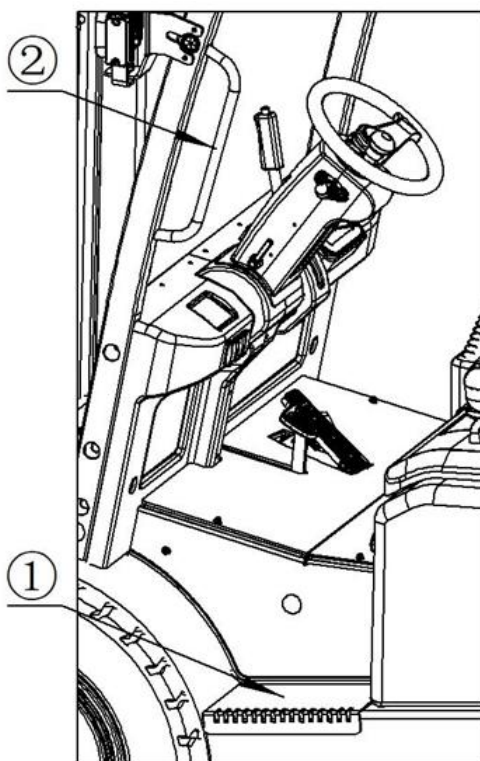

Рис. 4-7. Схема вспомогательной идентификации машины:
(1) Заход на вилочный погрузчик и сход с него. Нужно, чтобы всегда были два места для контакта – ступень, поз. (1) на Рис.
4-7 и рукоятка, поз. (2) на Рис. 4-7. Они могут помочь водителю зайти и сойти. Обычно заход на вилочный погрузчик и сход с него выполняется с левой стороны, а с правой стороны в аварийном случае.
(2) Положение для вождения. Управлять вилочным погрузчиком и работать на нем можно только когда водитель находится на своем сиденье с застегнутым ремнем безопасности. Нельзя высовывать любую часть тела за габариты вилочного погрузчика, можно нажимать на педаль акселератора и на педаль тормоза только правой ногой, нельзя перевозить людей. Невыполнение этих наставлений может привести к серьезной травме или даже к смертельному исходу. При движении вилочного погрузчика нужно, чтобы ремень безопасности был застегнут, а водитель оставался на сиденье. Если вилочный погрузчик опрокинется, ремень безопасности проявит свое защитное значение. Когда вилочный погрузчик начнет опрокидываться, нельзя выпрыгивать из погрузчика. Если водитель выпрыгнет, в большинстве случаев погрузчик придавит тело, что может привести к серьезной травме или даже к смертельному исходу.
(3) Пуск и работа. Перед работой нужно убедиться, что все рукоятки управления (индикаторы и т.д.) выключены.